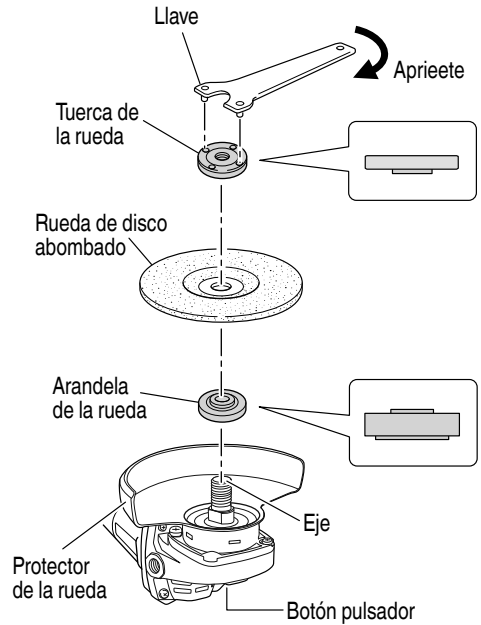

Fig. 5
Cerciórese de que el botón pulsador esté desenganchado presionándolo dos o tres veces antes de conectar la alimentación de la amoladora. (Fig. 5)
- (1) Dé la vuelta a la amoladora de forma que el eje quede encarado hacia arriba.
- (2) Alinee la muesca ovalada de la arandela de la rueda con la musca del eje, y después fíjelas.
- (3) Fije la parte saliente de la rueda de disco abombado en la arandela de la rueda.
- (4) Atornille la rueda en el eje.
- (5) Presionando el botón pulsador con una mano, bloquee el eje girando lentamente la rueda de disco abombado con la otra mano.
- Apriete la tuerca de la rueda utilizando la llave suministrada como se muestra en la Fig. 5.